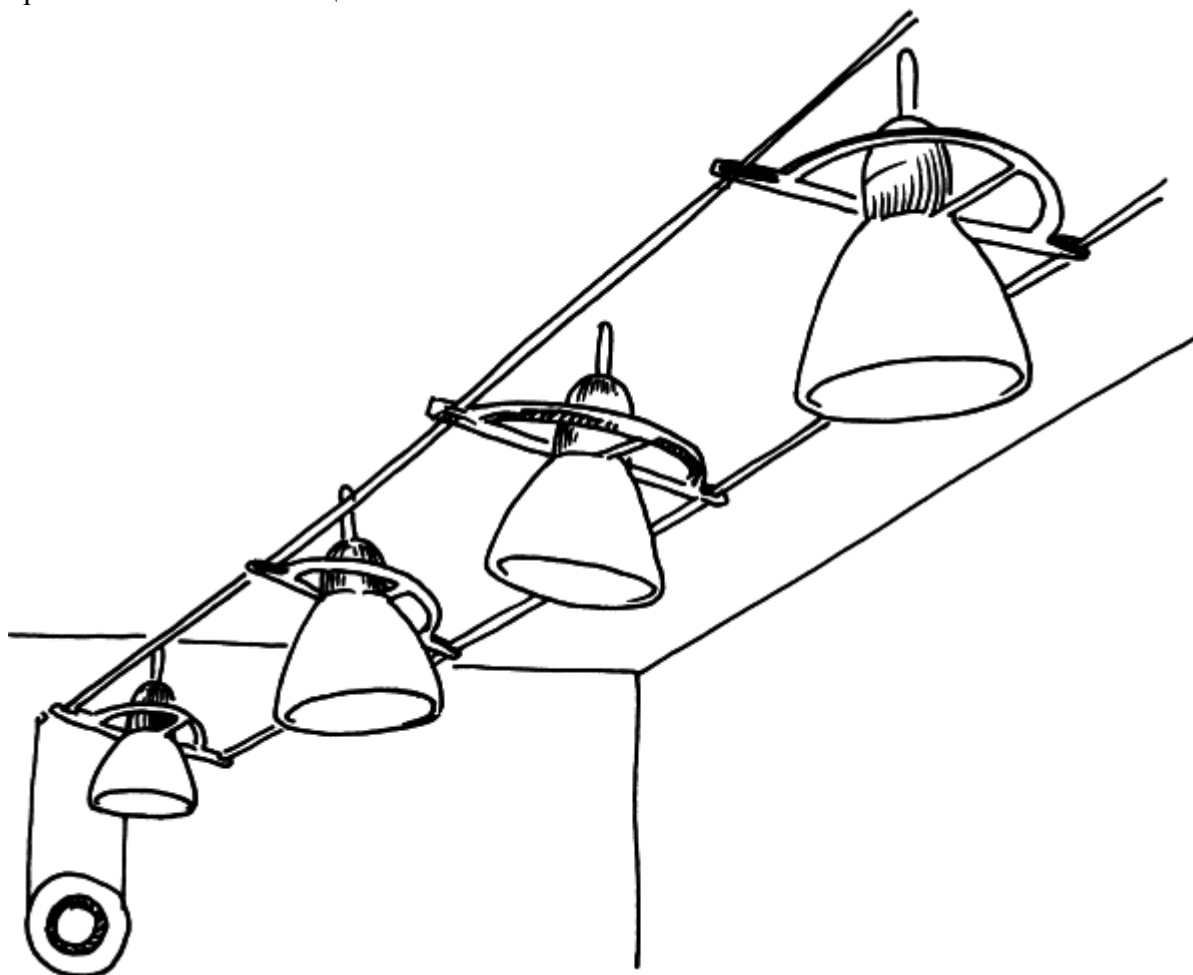

Рисунок 7.
- трековые системы – подобные светильники нужны для направленного, рабочего или же общего освещения. Универсально-сборный светильник очень удобен: его можно прикрепить в любом месте и изменять световой поток по желанию (рис. 7);